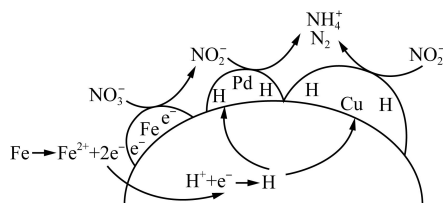

图 1
(1) 纳米零价铁与 Cu/Pd 联合作用可去除水体中的硝态氮, 其反应机理如图 1 所示。若水体中的  $\text{NO}_3^-$  与  $\text{NO}_2^-$  的物质的量之比为 1:1, 且含 N 物质最终均转化为  $\text{N}_2$ , 则水体中所发生的总反应的离子方程式为 \_\_\_\_\_。